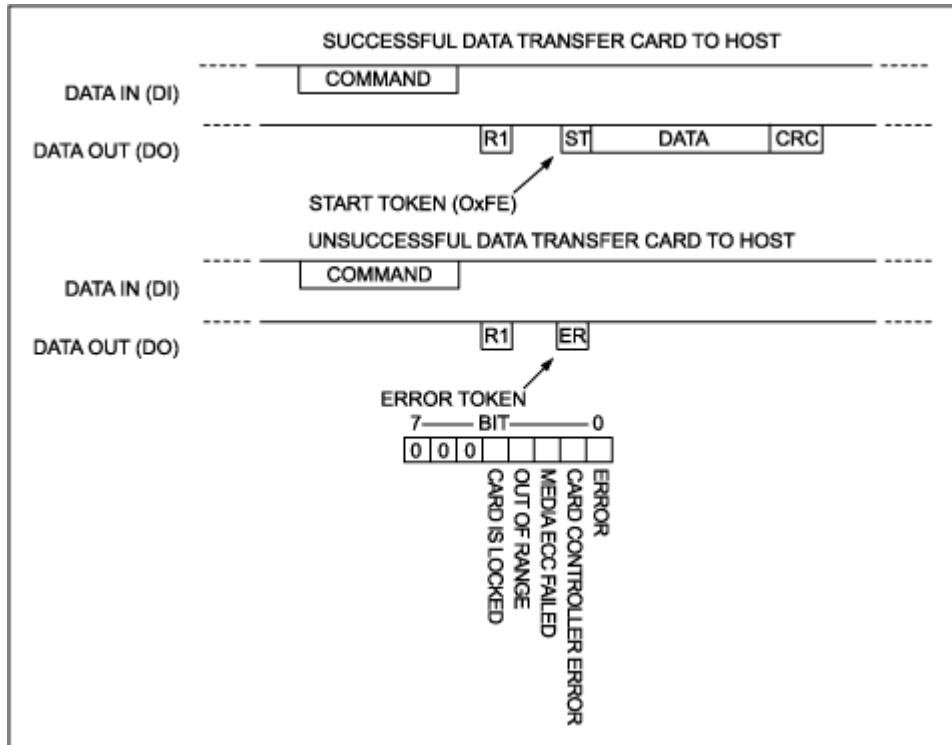

图 6. 从 SD 卡到主机的数据传输要加入一个起始令牌作为前缀。
要读取存储卡的寄存器或数据块，我们首先必须理解存储卡如何响应我们的请求。在 SPI 模式下，SD 卡以 R1 应答 SEND_CSD (9)、SEND_CID (10) 和 READ_SINGLE_BLOCK (17) 命令。接着则是一个起始令牌，然后是所请求的数据，最后是数据的 CRC-16 校验和。我们不能想当然地认为数据起始令牌是紧接着 R1 响应即刻发出的，因为总线在这两个事件之间会进入空闲状态一段时间。图 6 显示了数据响应的细节。